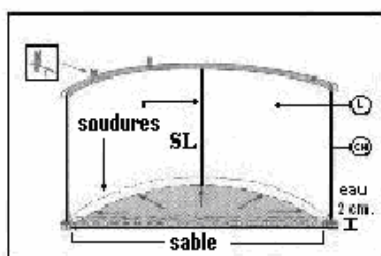

fig. 19
- a) Placez le liner (L) au centre de la piscine et dépliez-le vers les côtés, placez le côté rugueux vers l'extérieur. La soudure qui fait la jonction entre le liner et le côté doit être parfaitement appliquée contre les profilés inférieurs et la paroi (fig. 19). La soudure du liner doit être placée vers le sol et la paroi de la piscine.